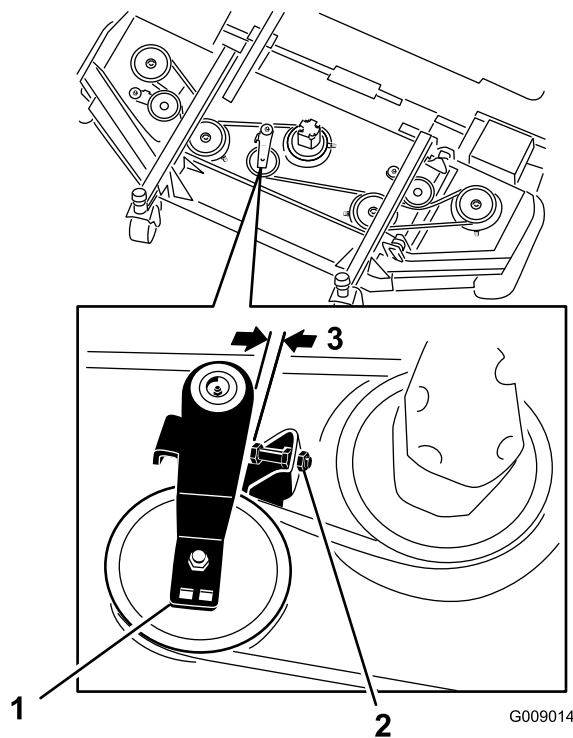

Figura 127
3. Sul piatto anteriore, in posizione centrale, allentate i controdadi sulla vite di arresto della puleggia tendicinghia e avvitate la vite di arresto nella staffa (Figura 127).
4. Con una leva a cricchetto o uno strumento simile, allontanate ciascuna puleggia tendicinghia dei piatti laterali dalla cinghia di trasmissione per allentare la tensione della cinghia e staccarla dalla puleggia dei piatti laterali (Figura 127).